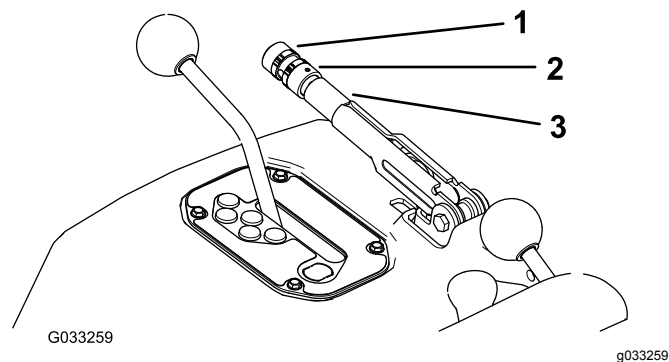

Figure 75
2. Desserrez la vis de fixation du pommeau sur le levier du frein de stationnement (Figure 75).
3. Tournez le bouton (Figure 75) jusqu'à ce qu'une force de 20 à 22 kg soit nécessaire pour actionner le levier.
4. Resserrez la vis de maintien pour terminer (Figure 75).